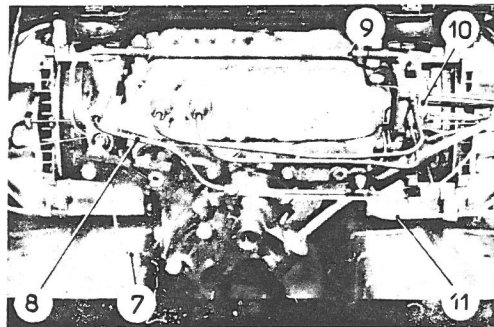

Fig. 18.
- Udgangsrør fra trykregulatoren ved T-stykket (5).
- Benzinrør ved benzinpumpe (6).
- 5-rørs-forbindelsen (10) fig. 18 fra gearkassen.
- Tilgangsrøret (9) fra forreste højre bremsecaliper.
- Tilgangsrøret (11) fra forreste venstre bremsecaliper.
- Nylon-tilbageløbsledningen (7) fra koblingsspærren. Aftag gummi-bøjlen.
- Forbindelsesrøret (8) mellem koblingsspærre og skifteblok ved spærren.